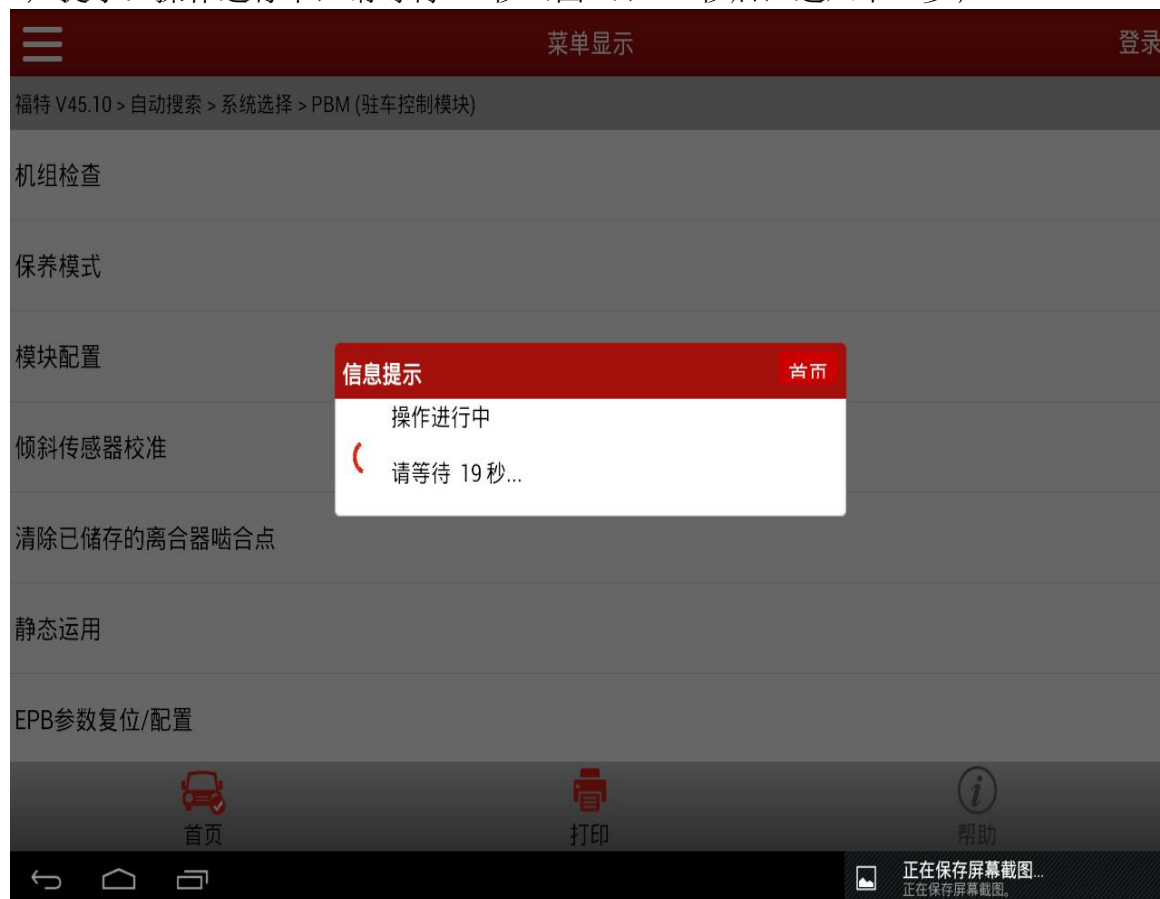

图 7
7). 提示：操作进行中，请等待 20 秒（图 7），20 秒后，进入下一步；